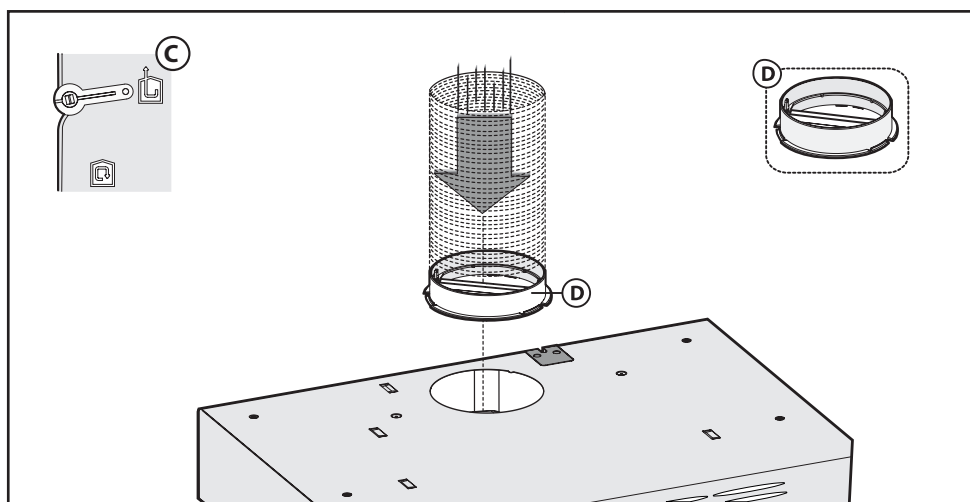

Fig.6
- S'il s'agit d'une hotte en version **évacuation extérieure** il faut placer le levier **C** comme illustré figure 6.
Avec ce genre d'installation l'appareil évacue les vapeurs à l'extérieur à travers une paroi périphérique ou une canalisation déjà existante. Il est donc nécessaire de se procurer un tube mural télescopique, du type prévu par les normes en vigueur non inflammable et de relier-le à la bride **D** (Fig.1B). La bride **D**, fournie avec l'appareil, doit être fixée au dessus du trou d'évacuation de l'air de la hotte, comme illustré Fig.6.